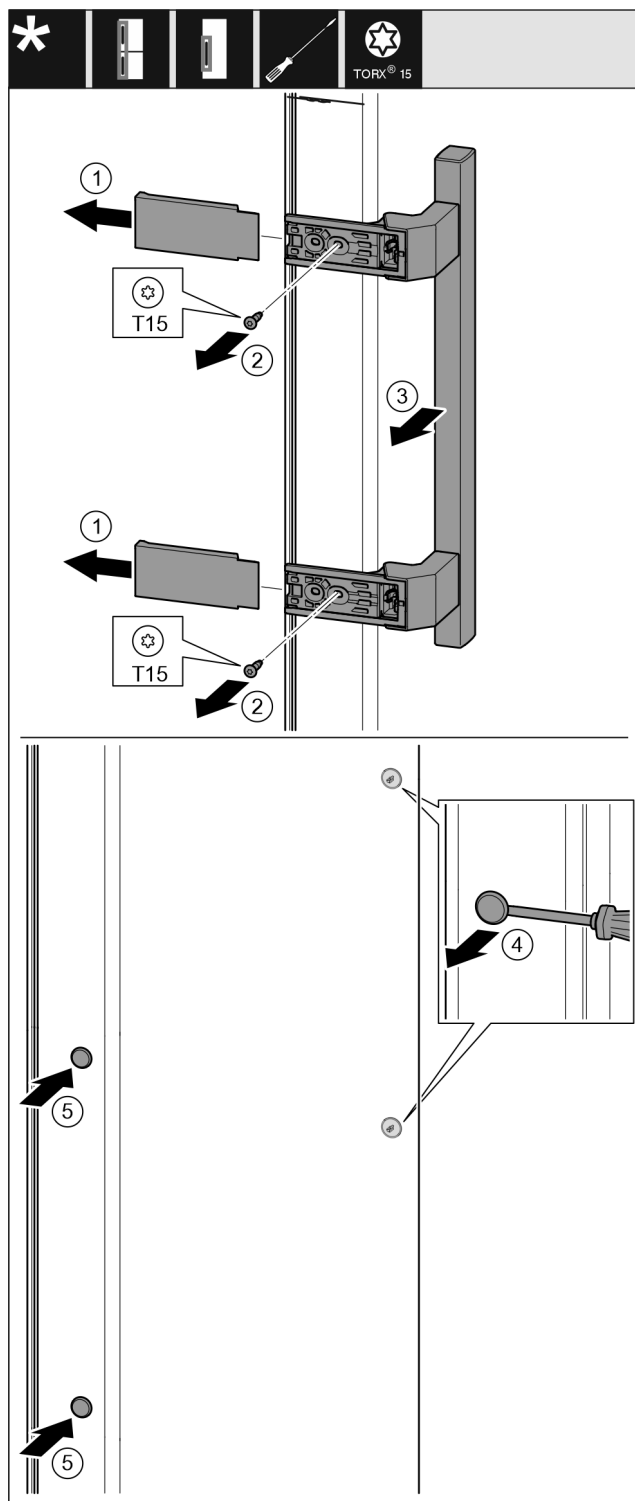

Fig. 11
- ▶ Træk afdækningen af. Fig. 11 (1)
- ▶ Skru skrue af med en Torx 15-skrue. Fig. 11 (2)
- ▶ Tag grebet af. Fig. 11 (3)
- ▶ Løft forsigtigt sideproppen af med en kærnskruetrækker, og træk den ud. Fig. 11 (4)
- ▶ Indsæt proppen igen på den anden side. Fig. 11 (5)